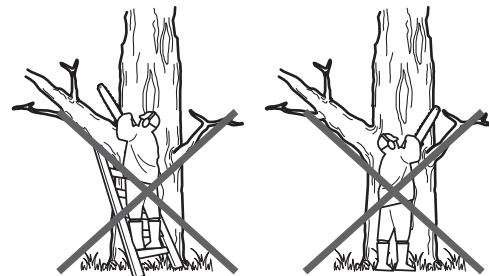

Fig. 29
- > Não opere o produto com os braços completamente esticados, nem tente serrar em zonas de difícil acesso ou em cima de uma escada. Nunca use o produto acima da altura do ombro (Fig. 29).